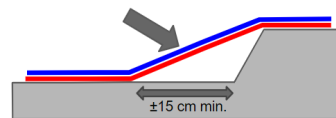

Abbildung 7
- Erwärmen Sie alle Bereiche, an denen das Material mit einem Heißluftgebläse geformt wurde, und kontrollieren Sie die Temperatur mit einem Infrarotthermometer, außerhalb des chrieben. *Abbildung 7*